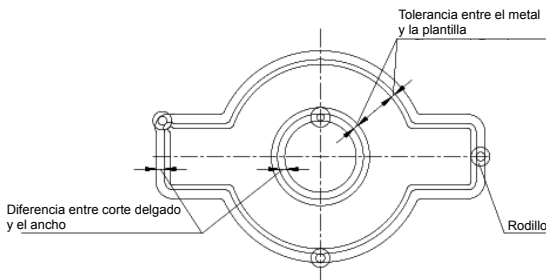

Figura 2
3. Teóricamente la línea central de la boquilla y el rodillo debería estar en la misma línea perpendicular, pero el tamaño de la plantilla no debe ser igual a la pieza de corte, por eso el tamaño de la plantilla está en una proporción directa con el radio del rodillo y el radio de la junta de la boquilla. (Ver figura 2)